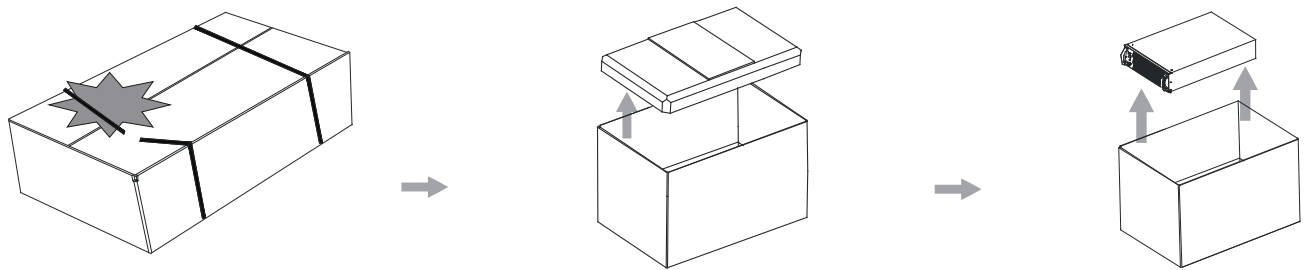

图 3-8: UPM 模块包装拆卸
1. 切断包装带，打开纸箱（图 3-8）；
2. 向上取出缓冲材料（图 3-8）；
3. 取出 UPS 模块（图 3-8）。